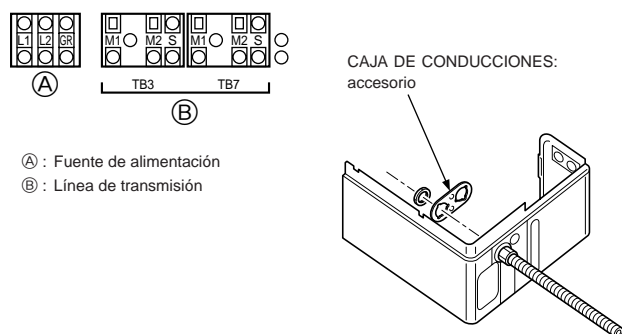

Fig. 6-1
6.2. Caja de control y posición de conexión de los cables (Fig. 6-1)